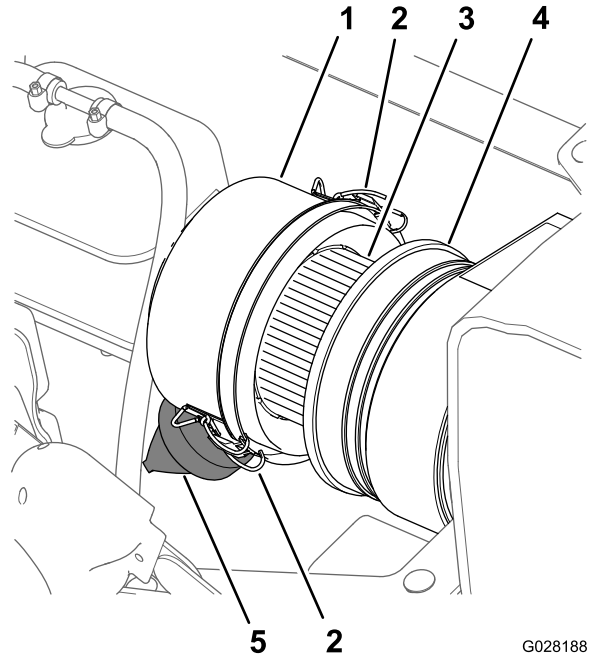
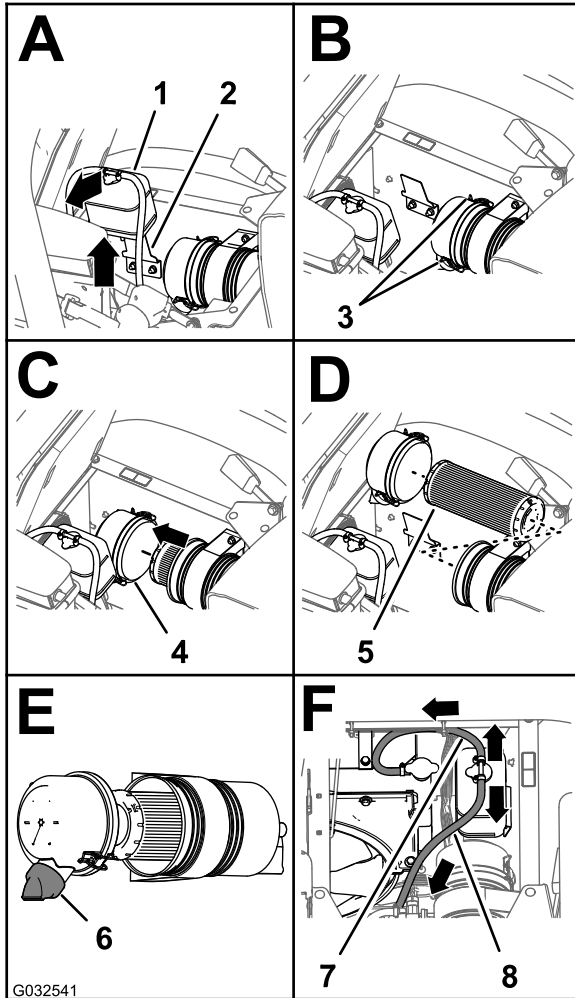

图 68
图 69
3. 清洁防尘盖和空气滤清器壳体图 68。
4. 检查空气滤清器壳体是否存在可能导致空气泄漏的损坏图 68。
5. 挤压防尘阀清除污物、灰尘和杂物(图 68)。
7. 检查空气滤清器滤芯是否积聚了过多灰尘、污物和杂物图 68。
8. 将防尘盖安装到空气滤清器壳体上使用 2 个搭扣固定防尘盖图 68。
2. 清洁防尘盖和空气滤清器壳体图 68。
3. 向上提起冷却液溢流罐并将其移离溢流罐支撑架图 69。
4. 松开将防尘盖固定至空气滤清器壳体的 2 个搭扣图 69。
6. 用湿抹布将防尘盖、空气滤清器壳体和防尘阀内部擦拭干净图 68 和图 69。
7. 将空气滤清器滤芯插入空气滤清器的壳体图 69。
8. 将防尘盖安装到空气滤清器壳体上使用 2 个搭扣固定防尘盖图 69。
**注意** 确保从尾端看时防尘阀在 57 点钟位置是对齐的图 69。
9. 将冷却液溢流罐与溢流罐支撑架对齐稳固放置溢流罐图 69。
**重要事项** 确保压力释放软管向前下方伸出溢流罐通风软管向后方伸出如图 69 所示。